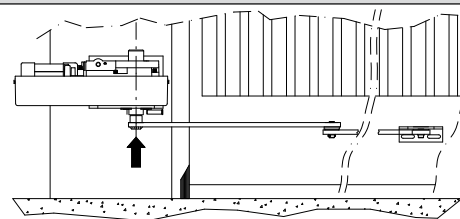

Fig. 8
- La bonne position du bras de l'opérateur est représentée dans la fig.8. Le point de fixation du vantail peut être déterminé en positionnant le bras de telle façon à respecter la cote représentée dans la fig.8.